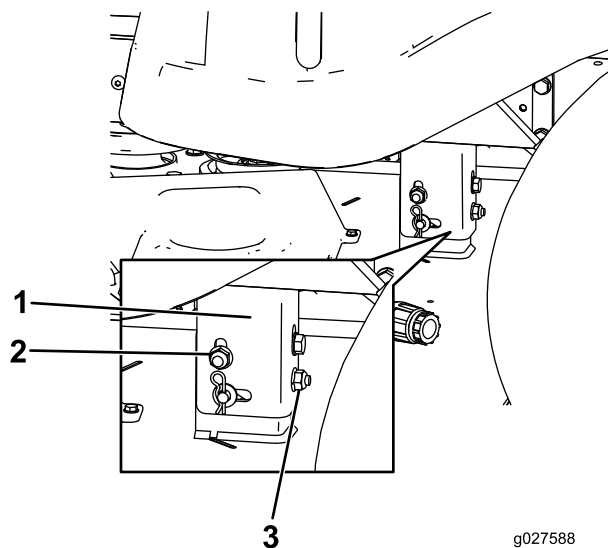

**Figura 50**
4. Girate con cautela la(e) lama(e) in modo che sia(no) disposta(e) lateralmente (Figura 50).
5. Misurate la distanza tra i taglianti esterni e la superficie piatta (Figura 50). Se entrambe le misure non rientrano nella tolleranza di 5 mm è necessario regolare; proseguite l'operazione.